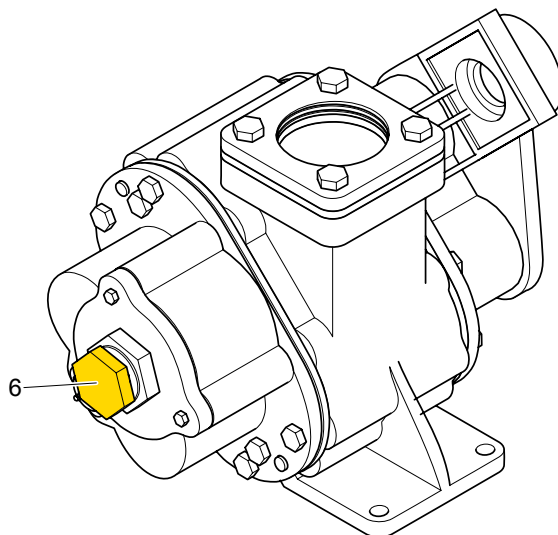

Abbildung 6: Ventil
6. Lösen Sie den Pumpeneinsteller [6] um $\frac{1}{2}$ Umdrehungen. (Abb. 6)
a) Ventil einstellen: Lösen Sie den BLT005532 [6]. (Abb. 6)